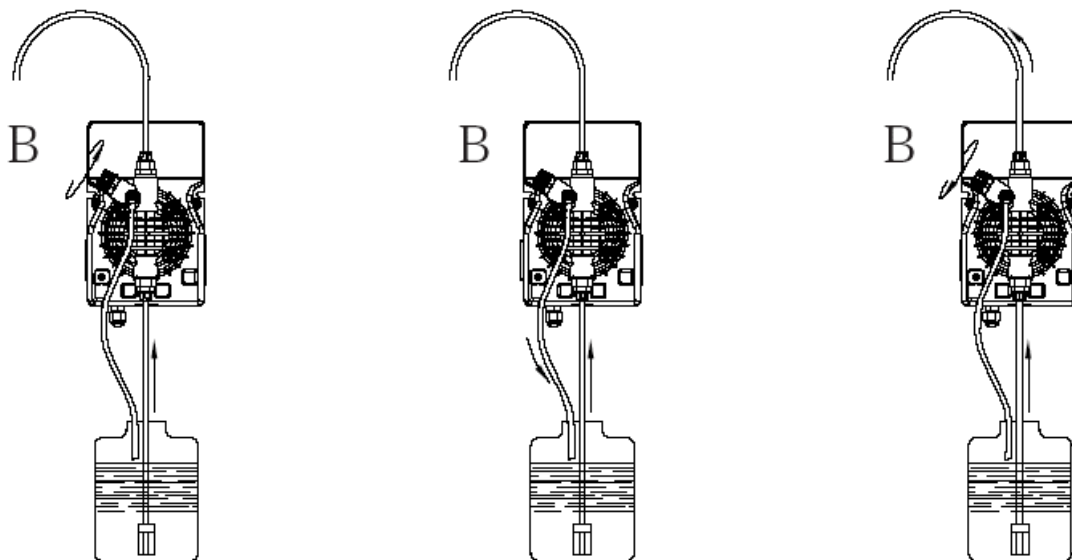

Bild 7: Entlüften der Pumpe
Verschließen sie die Schlauchnippel immer wenn sie die Pumpe von den Schläuchen trennen, um das Austreten von Flüssigkeiten zu vermeiden. Bevor sie die Pumpe in ihrer Anlage in Betrieb nehmen, ist es wichtig, die folgende Anleitung **Bild 7** genau zu befolgen. Beim Entlüften der Pumpe ist darauf zu achten, dass ein Schlauch am Pumpenkopf angeschlossen ist, der die geförderte Flüssigkeit wieder in den Tank leitet. Das geöffnete Entlüftungsventil (B) am Pumpenkopf gibt einen kleinen Kreislauf frei, welcher der Pumpe das Ansaugen erleichtert. Ist dies geschehen, kann es wieder vorsichtig geschlossen werden. Vor der endgültigen Inbetriebnahme ist noch die Verlegung der Schläuche zu kontrollieren. Diese können sich durch die pulsartigen Hübe der Pumpe bewegen und dürfen nicht gegen andere Gegenstände schlagen. Versuchen sie beim Verlegen der Schläuche auf unnötige Schlaufen zu verzichten und die Schläuche so gerade wie möglich zu verlegen.